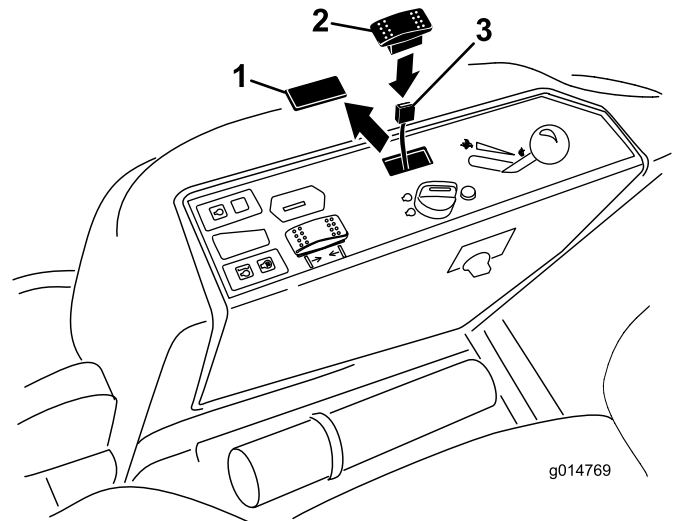

Bild 3
1. Entfernen Sie die Blende vom Armaturenbrett, um das Befestigungsloch für den neuen Schalter freizulegen (Bild 3).
2. Setzen Sie den Schalter in das Loch im Armaturenbrett ein (Bild 3). Positionieren Sie den Schalter so, dass er nach vorne gedrückt werden kann.